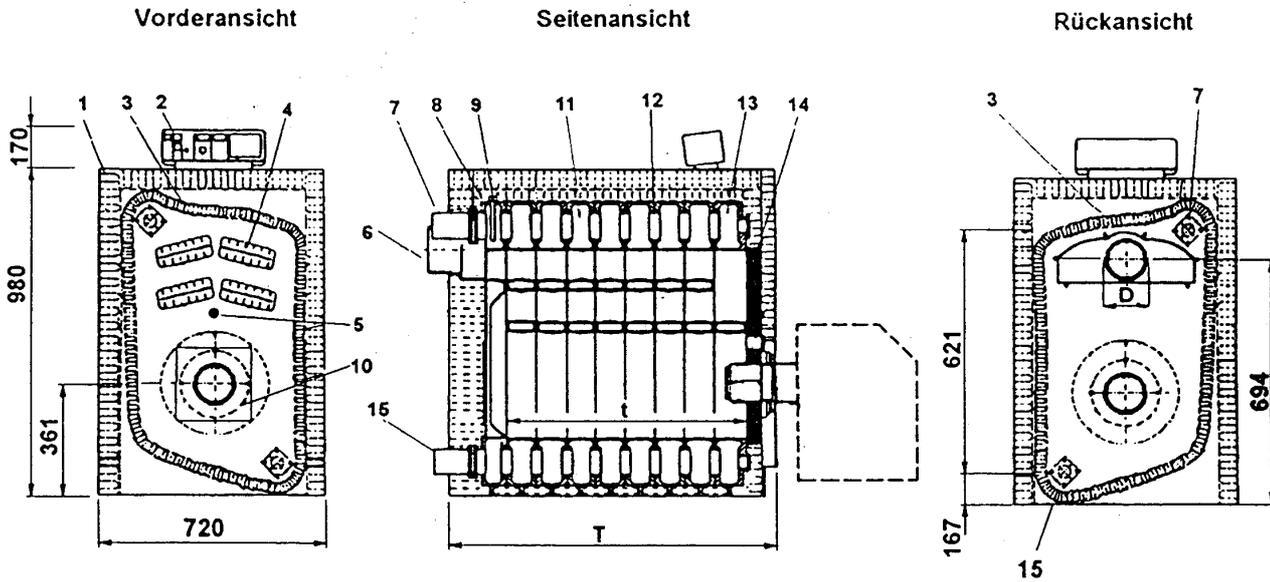

Abbildung 1
- 3.2. Kesseltemperaturregler (KTR) und Sicherheitstemperaturbegrenzer (STB) und andere sicherheitstechnische Ausrüstungen sind nach DIN 4751 T 2 zu dimensionieren. Es dürfen nur bauteilgeprüfte Temperaturregler und Sicherheitstemperaturbegrenzer mit einer maximalen Zeitkonstante von 60 sec. verwendet werden. Die Tauchhülse muß ein Anschlußgewinde R ½" besitzen und darf maximal 120 mm lang sein. Sie muß am Hinterglied eingedichtet werden (siehe Abb. 1, Seitenansicht).
- Bei offenen Anlagen muß das Ausdehnungsgefäß (AG) mit dem Wärmeerzeuger in der Regel mit drei nicht absperrbaren Leitungen
- einer Sicherheitsvorlaufleitung (SV)
- einer Sicherheitsrücklaufleitung (SR) und
- Die Tauchhülse muß ein Anschlußgewinde R ½" besitzen und darf maximal 120 mm lang sein. Die Tauchhülse kann ebenfalls im Hinterglied (siehe Abb. 1) eingedichtet werden. Bei Drittelkreisfühlern kann der Fühler auch in die Tauchhülse für den KTR installiert werden.